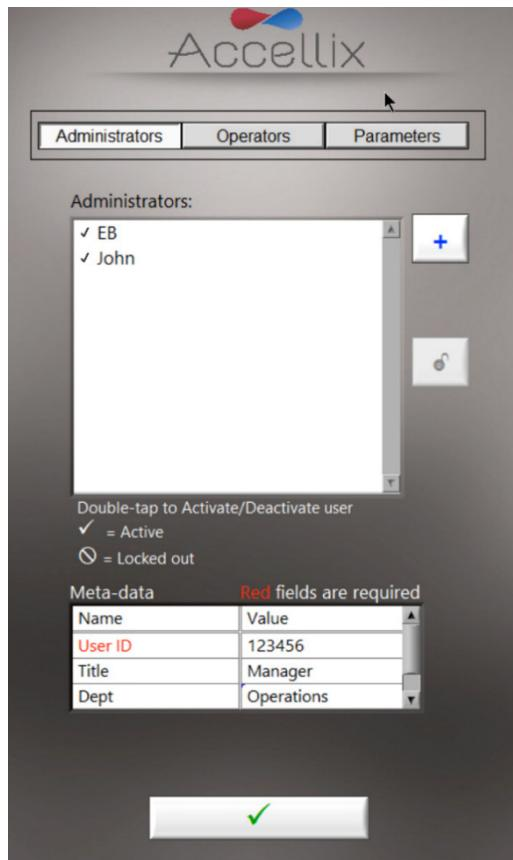

图 10: 显示管理员用户示例 (含元数据示例) 的人员屏幕
1. 轻触 **Personnel** (人员) 图标 。显示 **Personnel** (人员) 屏幕 (图 10):
添加	 添加用户 (图 10)